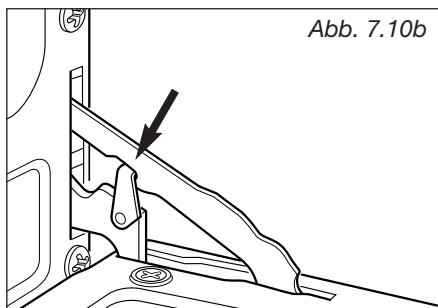

Abb. 7.10b
2. Haltebügel der Scharniere links und rechts nach oben in die Aussparung schwenken (abb. 7.10b).